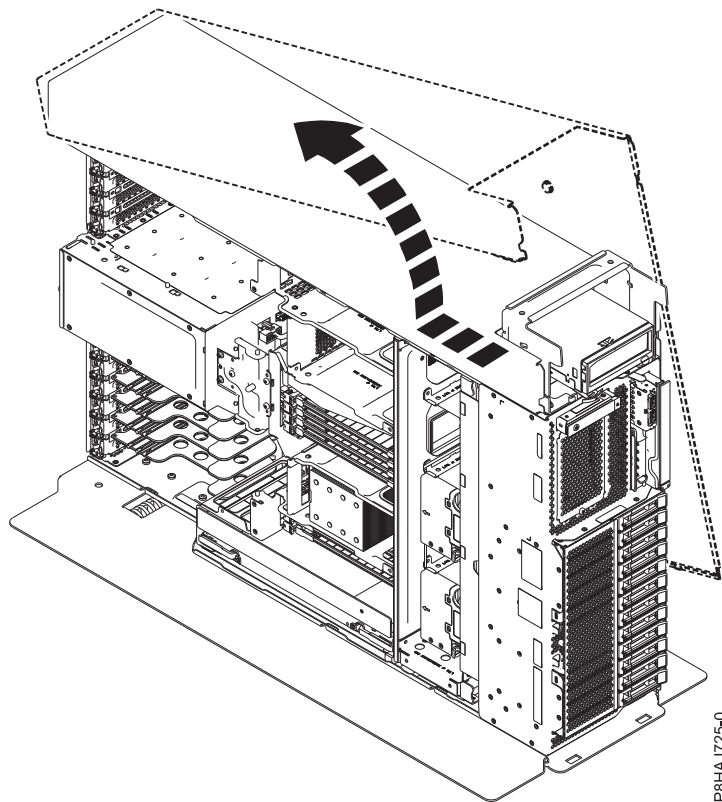

Abbildung 20. Seitenabdeckung bei einem eigenständigen System vom Typ 8286-41A ausbauen
5. Schieben Sie die Seitenabdeckung in der in Abb. 20 dargestellten Richtung vom System.